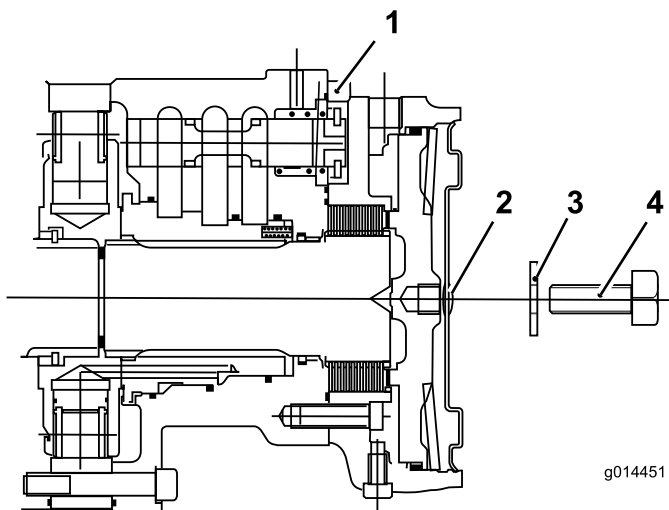

**Figura 35**
6. Rimuovete il tappo esagonale dal gruppo del freno del motore della ruota anteriore destra (Figura 35).